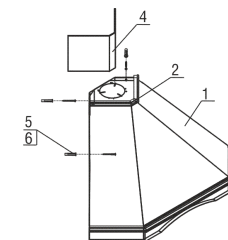

рис. 3
6.1 Прежде чем повесить кухонную вытяжку, необходимо верхнее деревянное обрамление (поз. 7, рис. 3) приклеить к корпусу вытяжки (поз. 5, рис. 3). Снимите защитную полосу с двухсторонней самоклеящейся